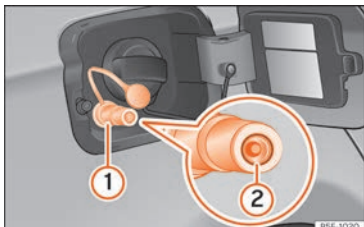

Abb. 305 Geöffnete Tankklappe: Gas-Einfüllstutzen ①, Dichting des Einfüllstutzens ②.
- Öffnen Sie den Gas-Einfüllstutzen » » **Abb. 305** ①.